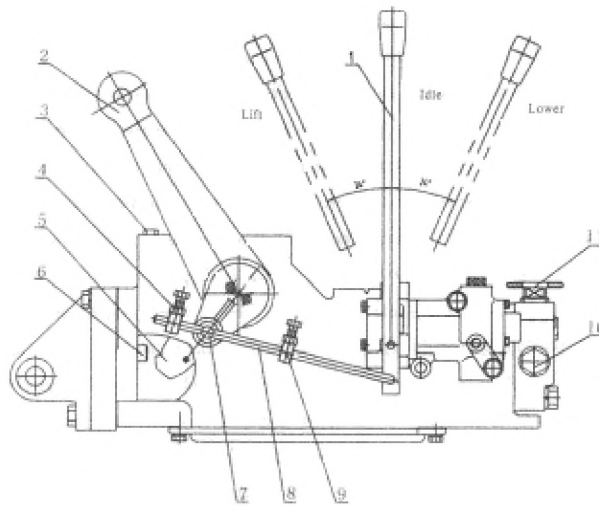

Рисунок 4-34. Регулировка подъемника.
4.Регулировка подъемника (1).
Установите рычаг управления (1) в нейтральное положение (смотрите рисунок 4-34), затем отрегулируйте расстояние между возвратными упорами (4), (9) на штоке (8) и штифт (7), зафиксированный в подъемном вале, для контроля орудия в высшем и низшем положении.